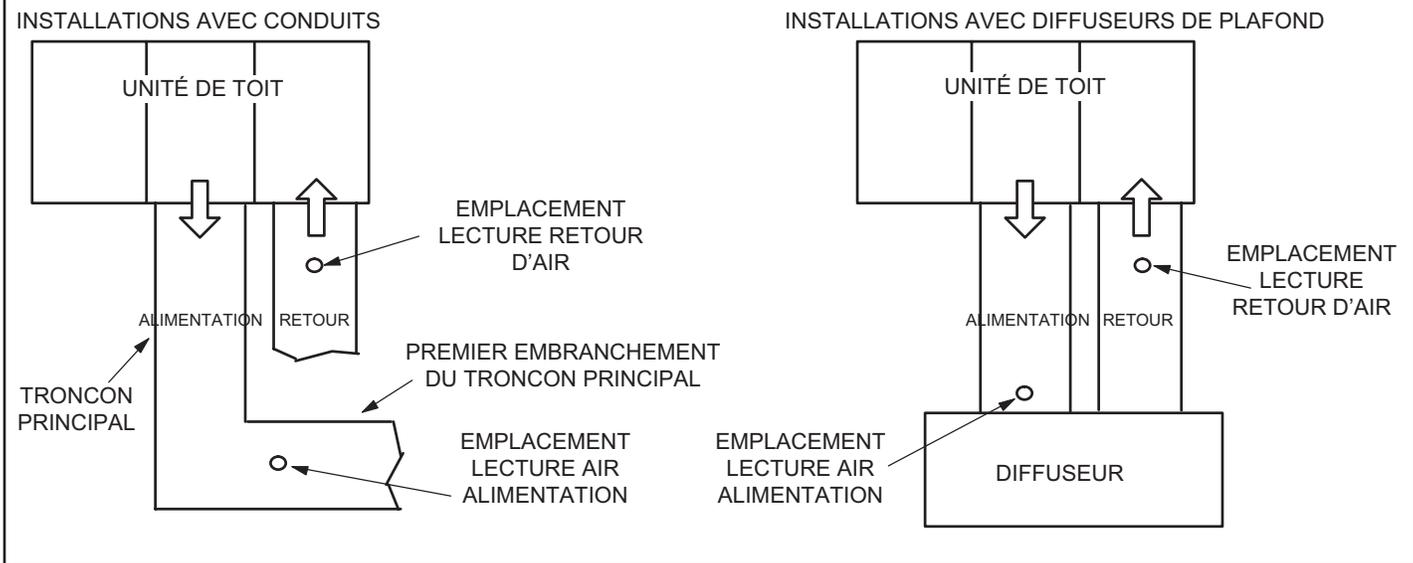

FIGURE 31
**IMPORTANT** - Les unités MSAV™ sont réglées en usine pour faire fonctionner le ventilateur à pleine vitesse lorsqu'il y a une demande de ventilateur (G) sans demande de chauffage ou de climatisation. Se référer aux débits nominaux déterminés sur place pour tous les modes de fonctionnement. Utiliser la procédure suivante pour régler la poulie du moteur afin d'obtenir le débit de conception maximum. Voir la section Mise en service de l'unité MSAV™ pour régler les débits du ventilateur pour tous les modes une fois que la poulie du moteur a été réglée.
- 2 - Avec tous les panneaux d'accès en place, mesurer la pression statique à l'extérieur de l'unité (depuis l'alimentation jusqu'au retour). Les données de rendement du ventilateur sont basées sur les mesures de pression statique réalisées aux endroits indiqués à la FIGURE 31.